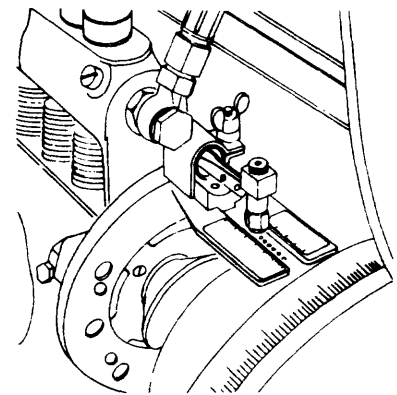

Fig. 1
- c Coloque el calibrador de cremallera (fig. 1).